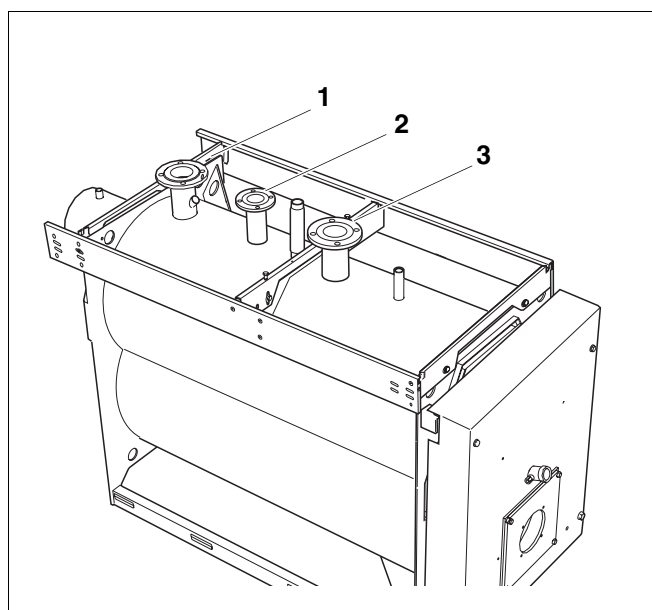

Fig. 20 Chaudière Logano S735
- Raccorder le retour du système de chauffage au raccordement retour de la chaudière (fig. 20, **pos. 3**).